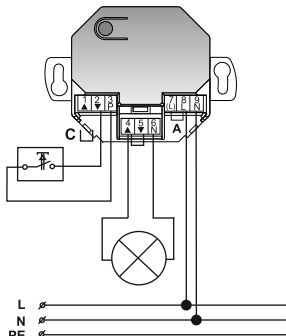

Рисунок 3
- Установить перемычку между контактами 1 и 2 (рис. 3, перемычка С).
- Снять перемычку между контактами 1 и 2 (рис. 3, перемычка С).
Лампы накаливания 230В с максимальной мощностью 220Вт можно подключить непосредственно к Intro II 8513 UPM (см. рисунок 3). При этом необходимо:
- установить перемычку между контактами 4,5 (см. рис. 3);
- подключить лампу накаливания к устройству (см. рис. 3).